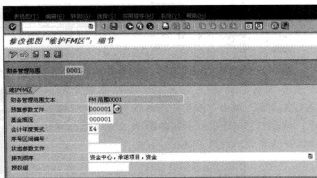

图 5-153 “修改视图维护 FM 区:细节”界面
STEP 2 选择某个财务管理范围,然后单击“修改”按钮,进入“修改视图“维护 FM 区”:细节”界面,如图 5-153 所示。在此界面中,可以针对该财务管理范围维护其 FM 区,例如“预算参数文件”、“基金概况”、“会计年度变式”、“序号区间编号”、“状态参数文件”以及“排列顺序”等。